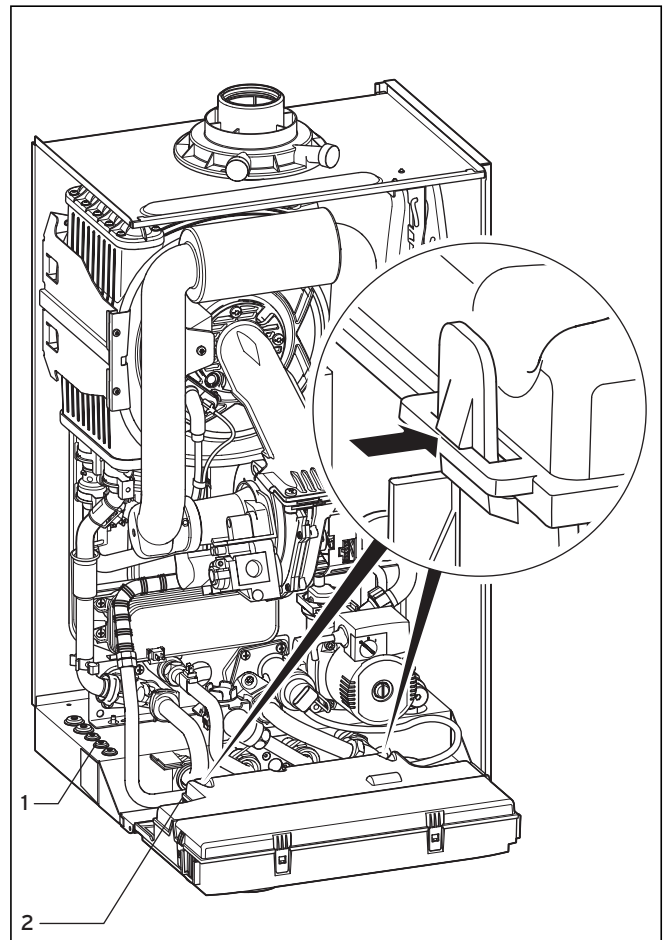
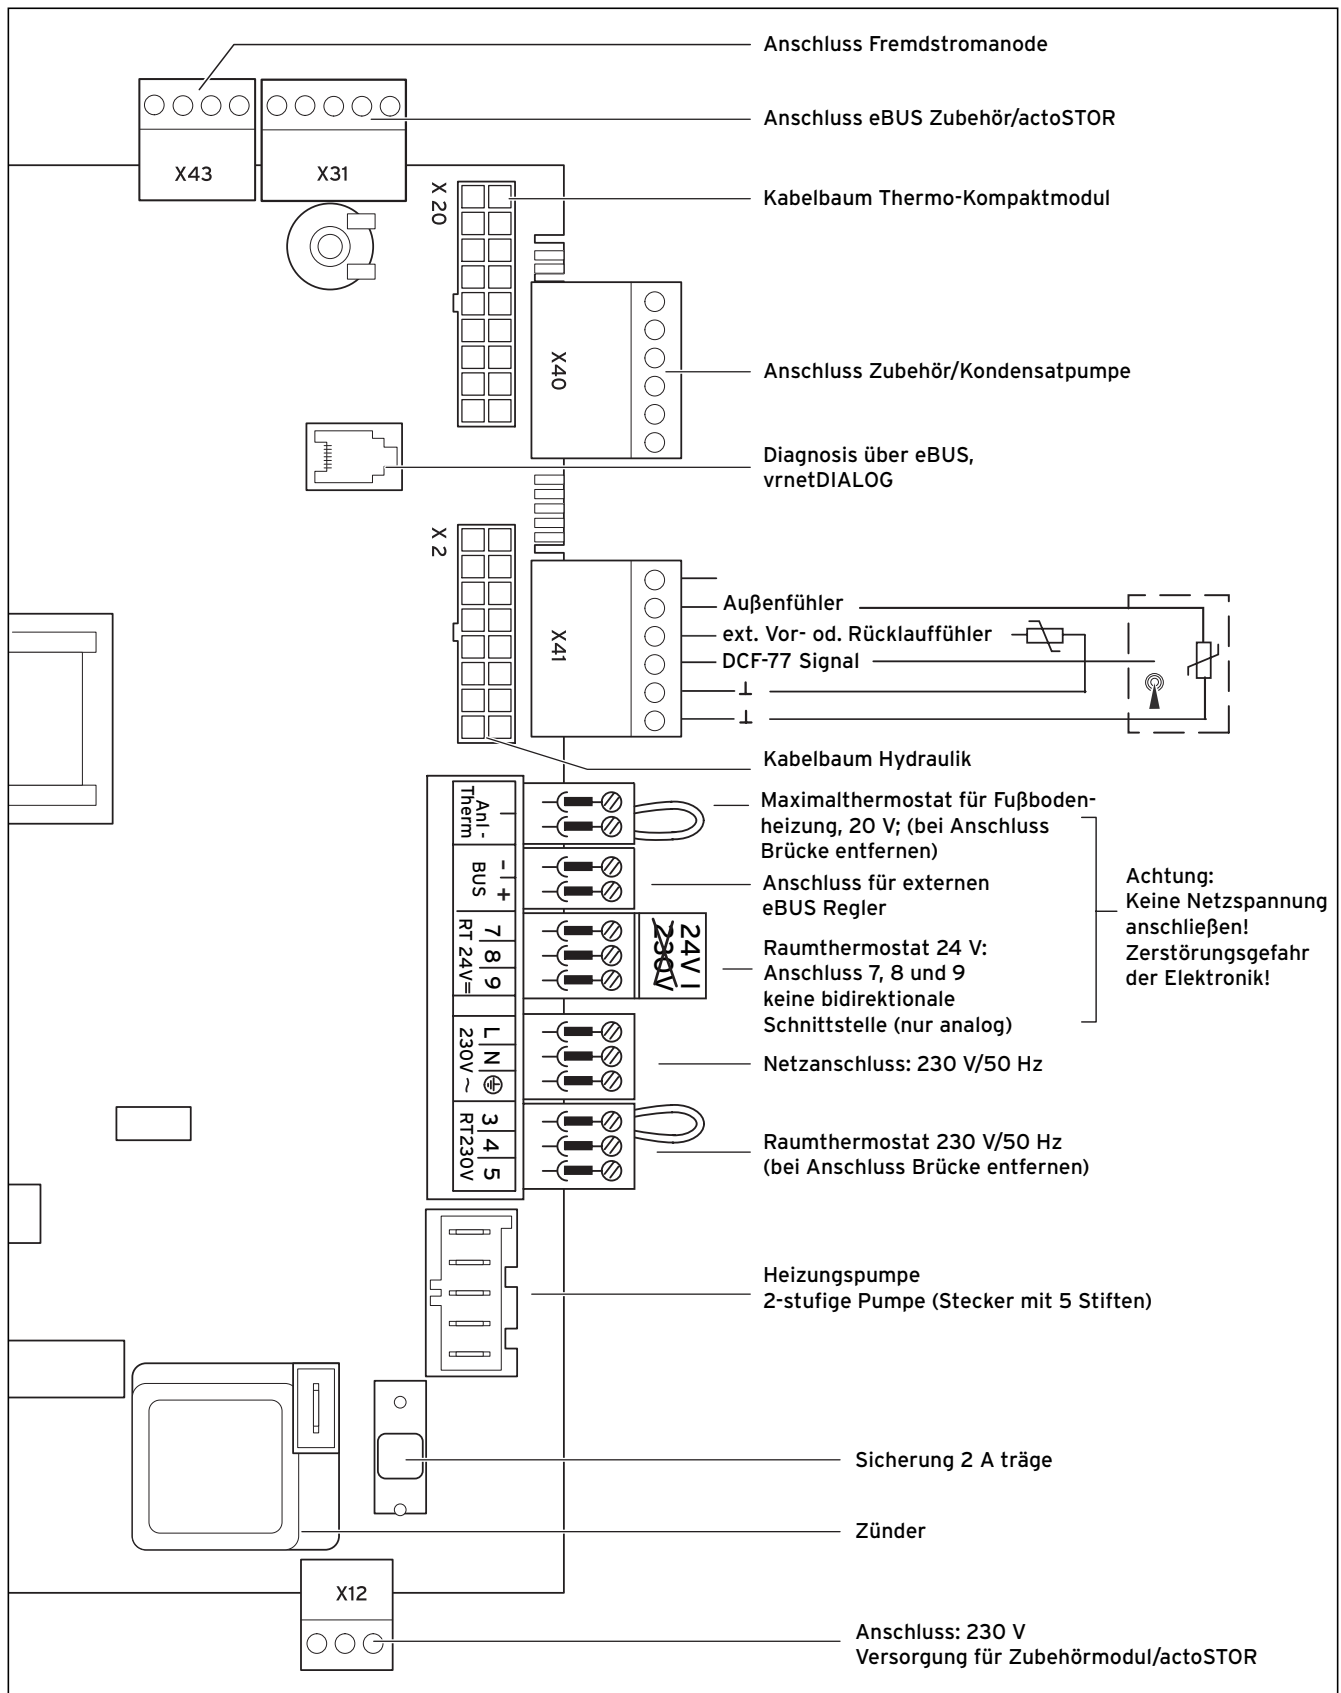

Abb. 5.9 Schaltkastenrückwand öffnen
Abb. 5.11 Anschlussplan ecoTEC
- Führen Sie die Anschlussleitungen der anzuschließenden Komponenten durch die Kabeldurchführungen (1) links an der Geräteunterseite, siehe Abb. 5.9.
- Führen Sie anschließend die Anschlussleitungen durch die Kabeldurchführungen (2) in die Elektronikbox ein.
- Schließen Sie die Anschlusskabel entsprechend Abb. 5.10 und Abb. 5.11 an die entsprechenden Schraubklemmen an der Elektronik an.